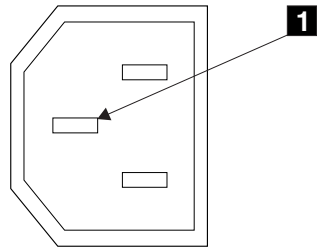

図2. アース・ピン
6. SAN ボリューム・コントローラーのフレームと各主電源コネクターのアース・ピン間の導通を検査します。アース・ピンは、図 2 の **1** です。